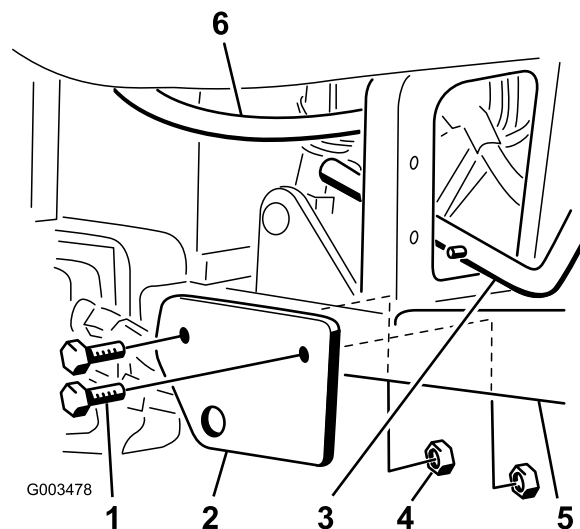

図 2
- ボルト 2 本 ((1/2 x 3-1/4 in) と **薄い** ロックナット (1/2 インチ), を使って、図 2 のように、スカリファイヤの昇降ハンドル・アセンブリの取り付けブラケットを右側フットレスト・チューブに取り付ける。薄いロックナットを使うこと、また、ボルトの頭部が外を向くように取り付けること。
9. 昇降ハンドル・アセンブリと油圧ラインとの間に十分なすきまがあるかどうか点検する。油圧ラインが昇降ハンドルとこすれ合わないことを確認し、必要に応じて油圧ラインを調整する (図 2)。